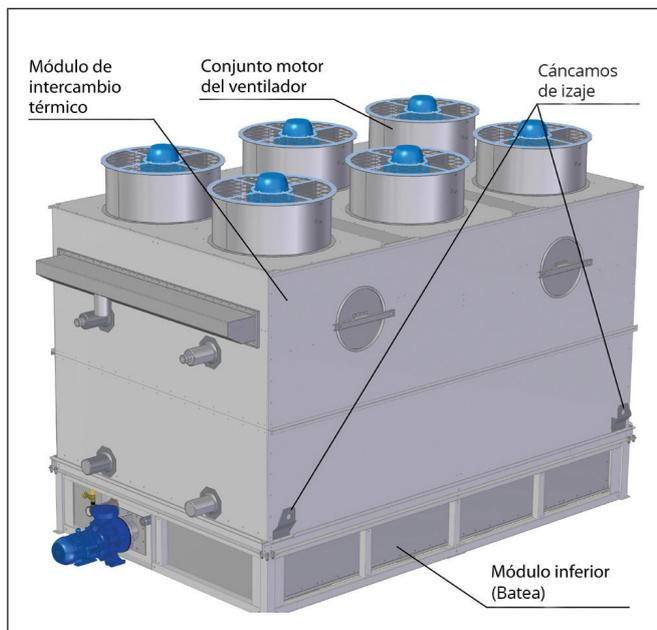

Figura 4. Equipo montado
Las unidades SCD, SRI y STR se envían como se muestra en la Figura 4, con uno o dos módulos para operación combinada. Las patas de fijación se envían por separado debido a la altura de carga máxima permitida. Para montar las patas de fijación, siga las pautas del Esquema de montaje del módulo superior. La Figura 4 ilustra la descripción general de la unidad.
9. Para los modelos SCD y SRI, es necesario montar la tubería atornillando la brida a la bomba en la parte inferior, utilice un tubo de goma y abrazaderas en la parte superior y fije la manguera de purga como se muestra en la figura 4.
10. Encaje las persianas de PVC como se muestra en la figura 4, para que el agua que golpea en la persiana regrese a la batea.